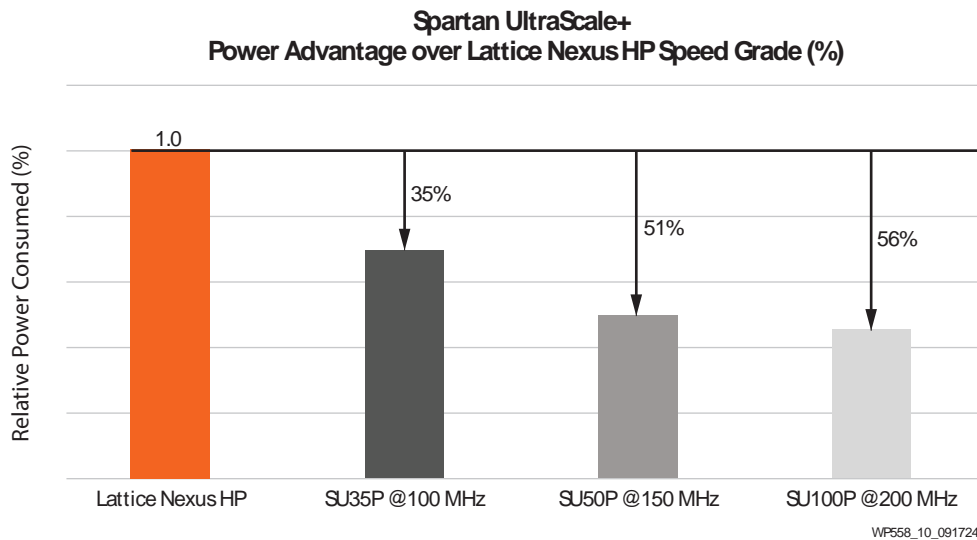
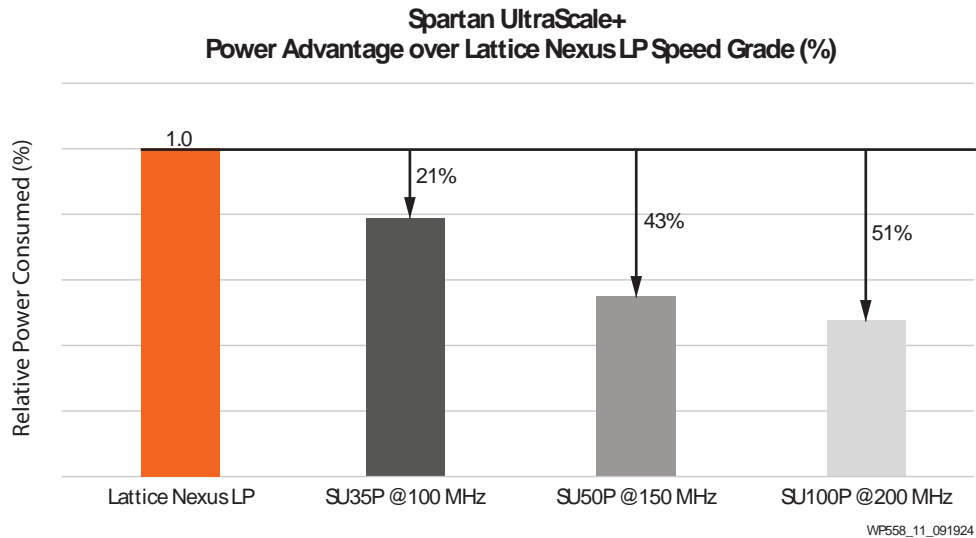

図 10: Lattice Nexus HP に対する AMD Spartan UltraScale+ FPGA の消費電力の優位性 (%)
図 11: Lattice Nexus LP に対する AMD Spartan UltraScale+ FPGA の消費電力の優位性 (%)
高性能デザインを対象とした 図 10 (1) と、低消費電力デザインを対象とした 図 11 (1) の両方で、SU35P、SU50P、SU100P デバイスの消費電力の優位性 (% で表示) が確認されました。